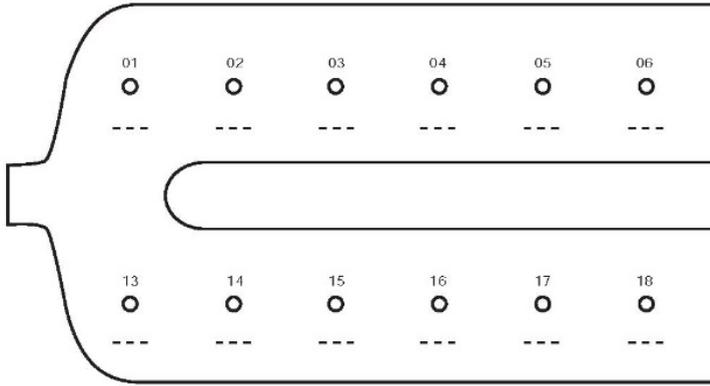

**図 3. VacValve、VacConnector、カラムエクステンダーを使用した QIAamp Mini カラムを備えた QIAvac 24 Plus のセットアップ。**
2. VacValve (オプション) を、使用する QIAvac 24 Plus の各ルアースロットに挿入します (図 3 を参照)。使用しないルアースロットをルアープラグで閉じるか、挿入した VacValve を閉じます。
3. VacConnector を各 VacValve に挿入します (図 3 を参照)。
4. QIAamp Mini カラムをマニホールド上の VacConnector に配置します (図 3 を参照)。
5. カラムエクステンダー（20 mL）を各 QIAamp Mini カラムに挿入します（図 3 を参照）。